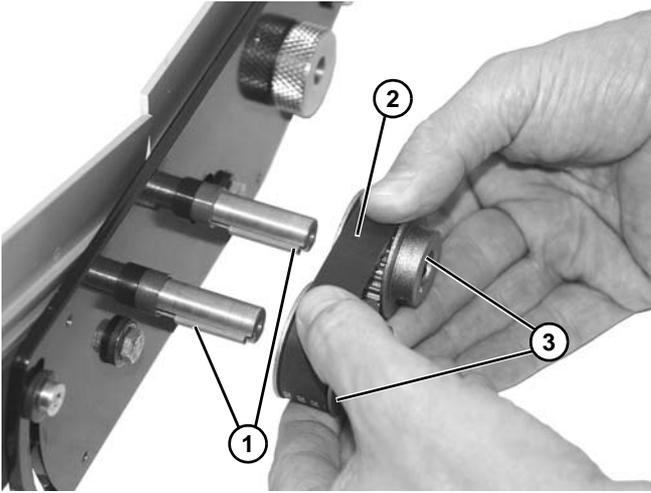

Figura 20
9. Instale dos llaves (Figura 20, artículo 1).
- 10. Instale la banda (Figura 20, artículo 2) y ambas poleas (Figura 20, artículo 3).